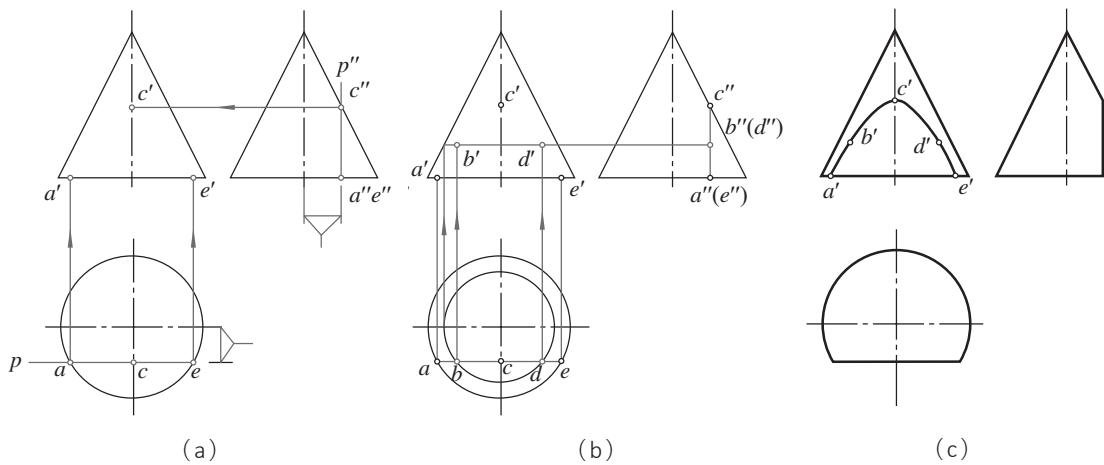

图 3-23 圆锥的截交线
(1) 截交线的作图方法和步骤与圆柱类似，都是先找特殊点，再找一般点，最后连成光滑的曲线。
(2) 先根据投影特性，找到最高点和最低点，再利用辅助平行圆去任意截取圆锥，找一般点，最后描成光滑的曲线，如图 3-23 所示。